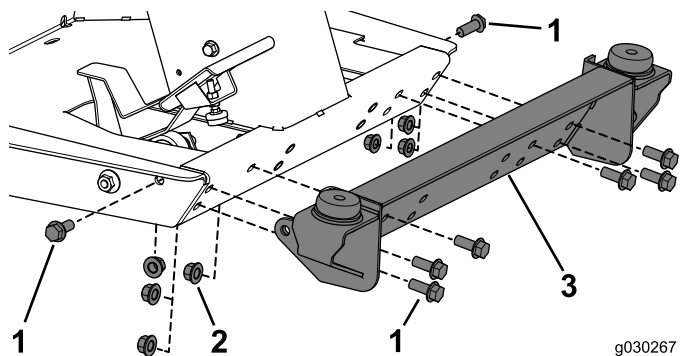

図 14
1. 前マウントを機体に取りつけるボルト ½ x 1¼ インチ 8本、ロックナット 8個を使用する 図 14。